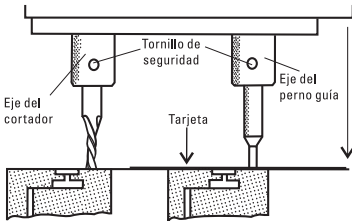

Figura 10
5. Jale ligeramente el cortador hacia abajo hasta que la parte delantera del cortador toque la superficie de la prensa (Figura 10), después apriete el tornillo de seguridad del cortador haciéndolo girar en sentido de las manecillas del reloj. Afloje el tornillo de profundidad vertical haciéndolo girar en sentido contrario a las manecillas del reloj para regresar la manija de alimentación vertical a su posición inicial.